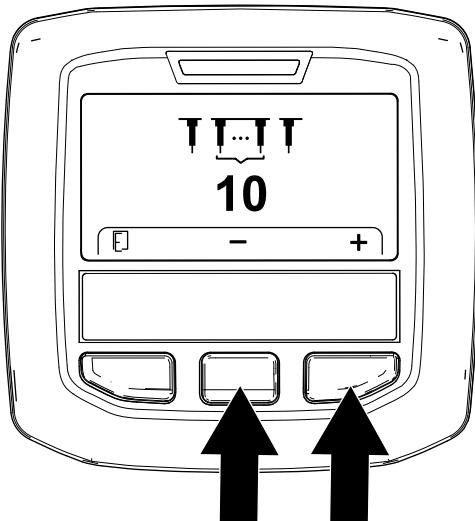

Figura 62
- Ajuste la cantidad de los taladros (Figura 62) del siguiente modo: